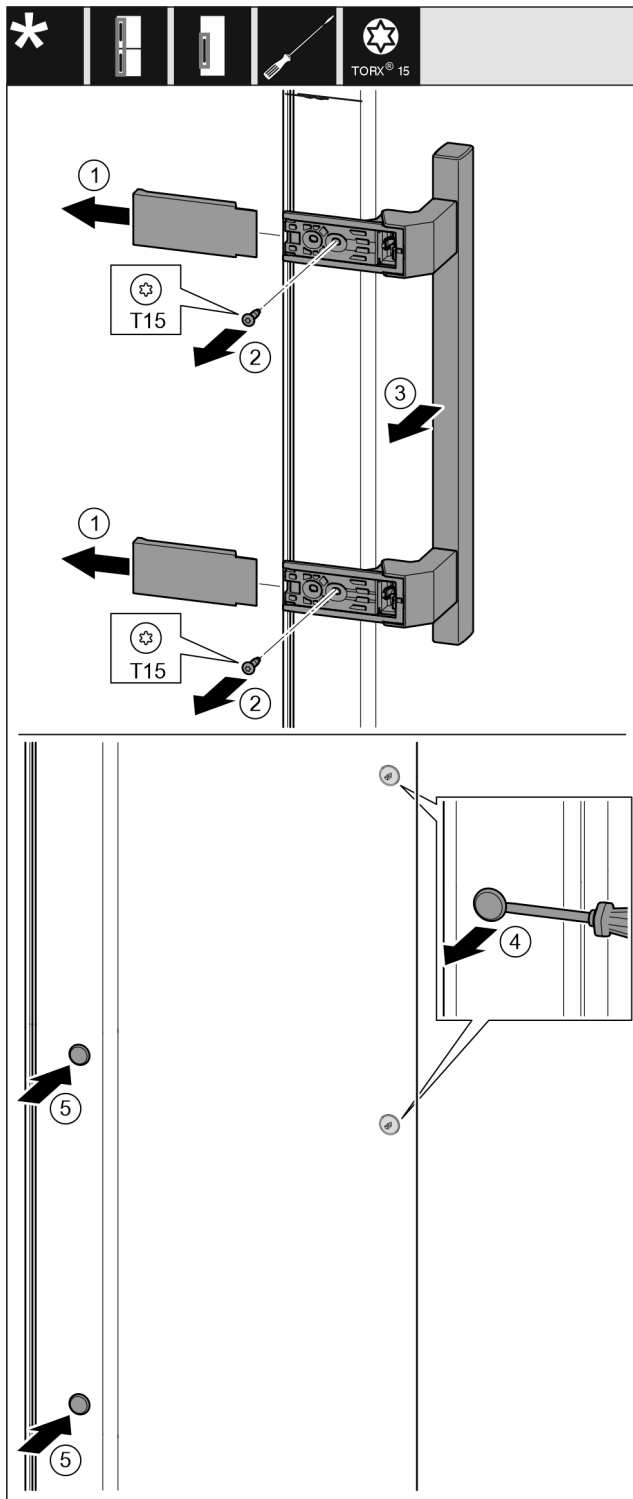

Fig. 10
- ▶ Stáhněte kryt. Fig. 10 (1)
- ▶ Šroubovákem Torx 15 vyšroubujte šrouby. Fig. 10 (2)
- ▶ Sejměte madlo. Fig. 10 (3)
- ▶ Postranní zátku opatrně plochým šroubovákem nadzvedněte a vytáhněte. Fig. 10 (4)
- ▶ Zátku opět vložte na druhou straně. Fig. 10 (5)